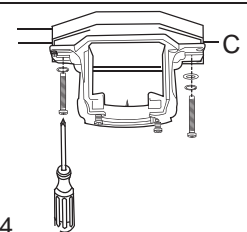

Fig. 4
4. Asegure el soporte de montaje (C) a la caja de salida con los tornillos, las arandelas de resorte, y las arandelas planas provistos con la caja de salida. [Fig. 4]
***Nota:** Es muy importante usar los artículos de ferretería correctos al instalar el soporte de montaje (C) puesto que sirve para sostener el ventilador. Por favor asegúrese de comprar cualquier artículo de ferretería que falte para poder instalar el soporte de montaje (C) correctamente.